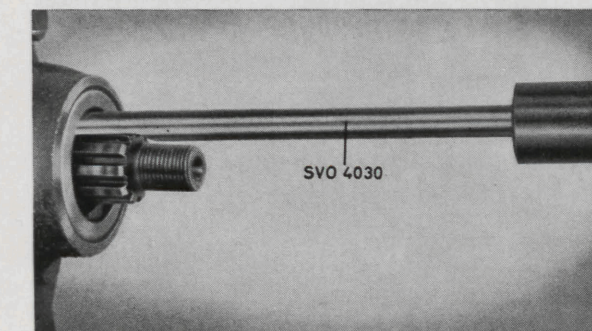
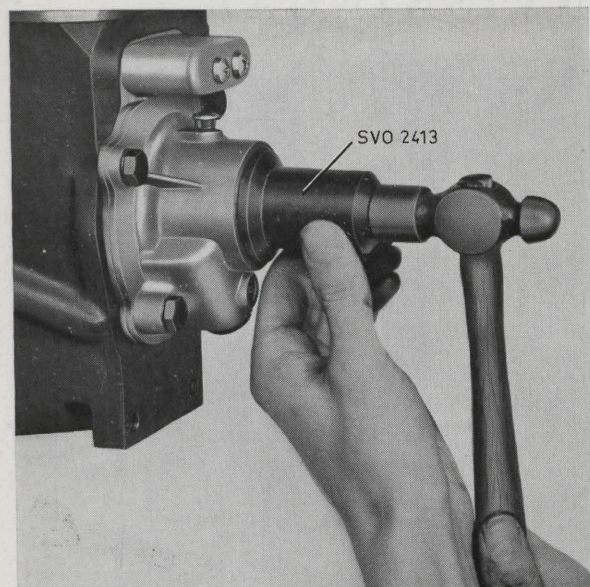

Bild 16. Demontering av tätningsring.
Bild 17. Montering av tätningsring.
3. Drag ut den gamla tätningsringen med utdragare SVO 4030, se bild 16. Montera den nya tätningsringen med hjälp av hylsa SVO 2413, se bild 17.